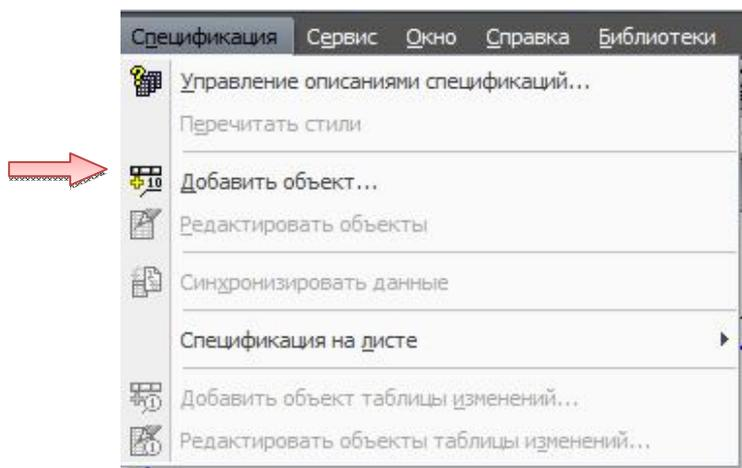

Рис. 2.30. Добавление объекта в спецификацию
- Для создания объекта спецификации откройте меню «Спецификация» и выполните команду «Добавить объект» (рис. 2.30).
- Подключите к объекту чертеж «Бандаж \_ КГ.01.002» (см. рис. 2.30...2.36).